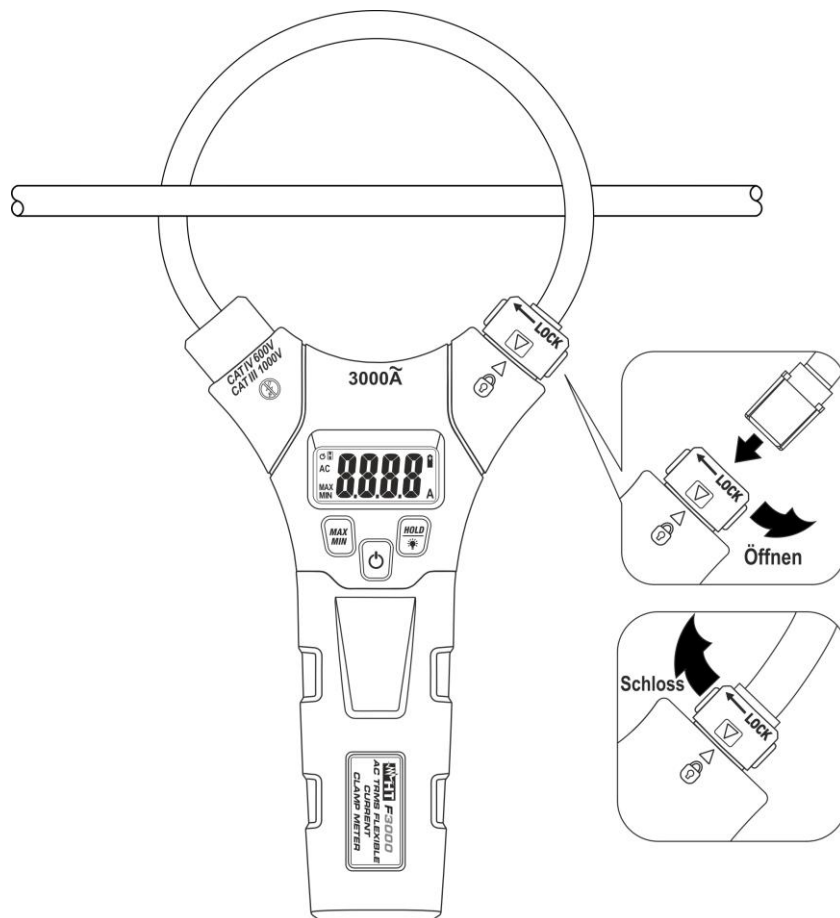

Abb. 2: Öffnung/Schließung der flexiblen Zange
- Um die Messgerätegenauigkeits-Spezifikationen zu erreichen, legen Sie den Leiter möglichst immer ins Zentrum der Zangenöffnung (siehe Abb. 2).
1. Drehen Sie den Befestigungsstecker um 90° nach links, um den flexiblen Wandler freizugeben (siehe Abb. 2).
3. Bringen Sie die Zange zurück in ihren Sitz und drehen Sie den Befestigungsstecker um 90° nach rechts, bis sich die zwei Pfeile entsprechen, damit die Zange blockiert ist (siehe Abb. 2)